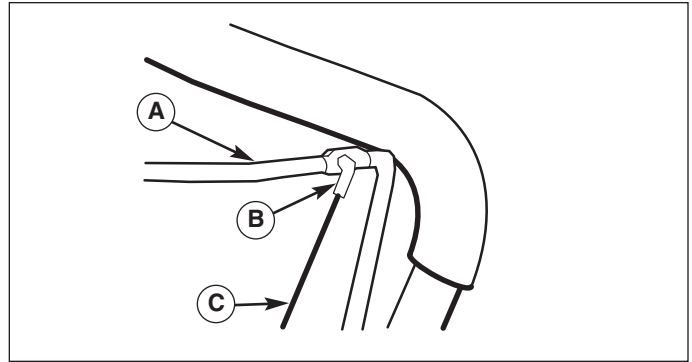
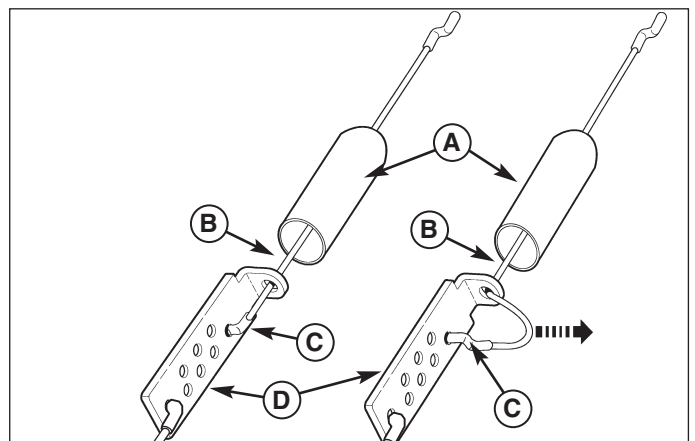

Abbildung 17. Anbringen des Z-Hakens
Abbildung 18. Einstellung des Schneckenantriebs-Seilzugs
1. Den Z-Haken (C, Abbildung 18) vom Schneckenantriebshebel (A) entfernen.
2. Die Seilzugmanschette (A, Abbildung 18), falls vorhanden, auf dem Schneckenantriebs-Seilzug (B) nach oben schieben, bis die Seilzug-Einstellhalterung (D) vollständig freiliegt.
3. Den Schneckenantriebs-Seilzug (B) in der durch den Pfeil in Abbildung 18 dargestellten Richtung durch die Öse der Seilzug-Einstellhalterung (D) ziehen. Dadurch wird ausreichend Durchhang erzielt, um den Z-Haken einfach entfernen zu können.
4. Den Z-Haken (C) in die nächste verfügbare Einstellöffnung der Seilzug-Einstellhalterung (D) stecken. Dies ist die Einstellöffnung, die von der vorherigen Befestigungsposition des Z-Hakens (C) um eine Kerbe nach unten versetzt ist.
5. Den Schneckenantriebs-Seilzug (B) durch die Öse der Seilzug-Einstellhalterung (D) zurückziehen, bis der Seilzug (B) keinen Durchhang mehr aufweist.
6. Die Seilzugmanschette (A) wieder nach unten über die Seilzug-Einstellhalterung (D) schieben.
7. Den Z-Haken (B, Abbildung 17) am Schneckenantriebshebel (A) anbringen.